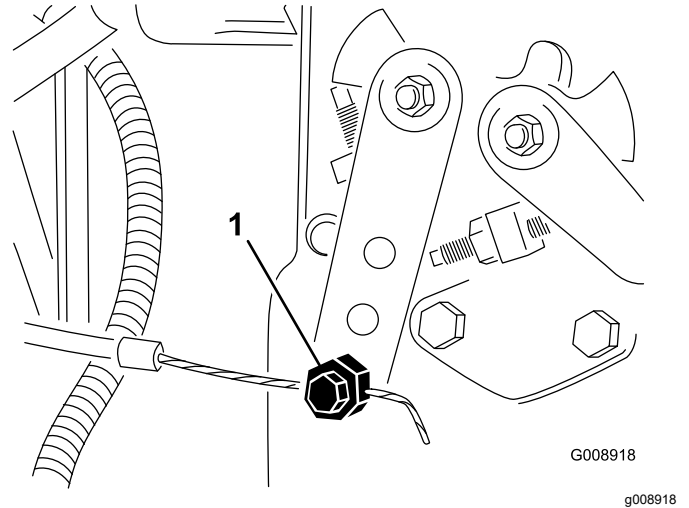

図 57
2. 噴射ポンプのレバーアーム 図 57 の部分にあるスロットルケーブルのコネクタをゆるめる。